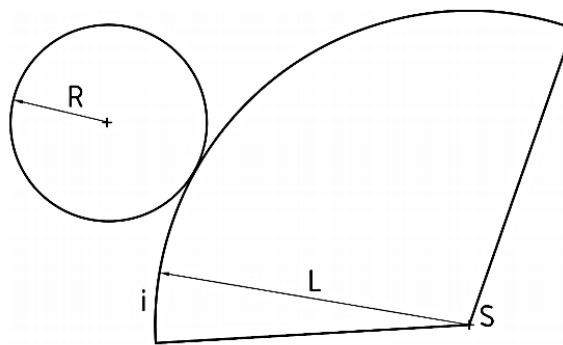

Рисунок 14 . Развертка конуса
- угол развертки боковой поверхности конуса определяется по формуле: $\alpha = (360 \times R) / L$, где R – радиус основания конуса, L – длина образующей конуса в любом месте на полученной дуге построить основание пирамиды с окружностью радиуса R (рис. 14).